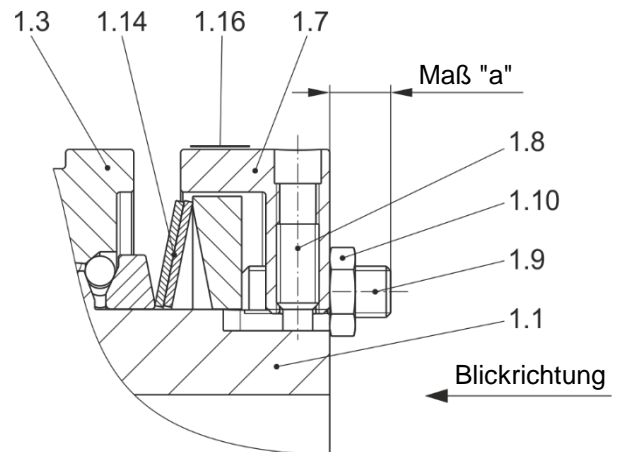
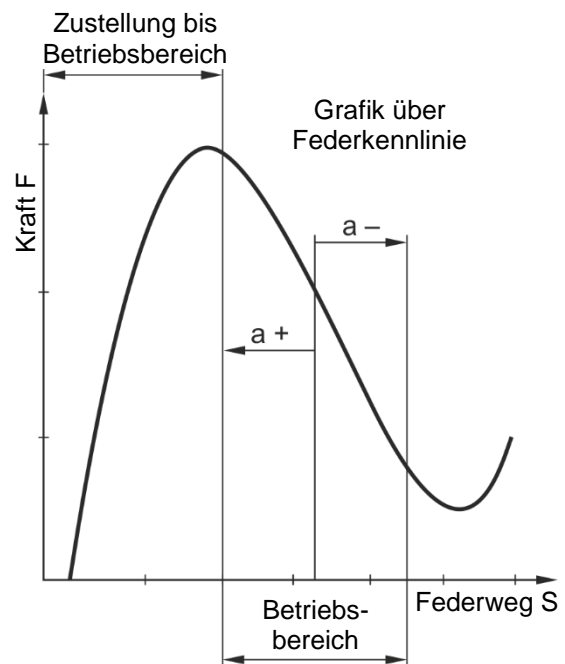

Bild 6
Bild 7
Drehmomenteinstellung (Bild 6 und 7)
Die Einstellung erfolgt über das Maß "a" durch Verdrehen der Gewindestifte (Pos. 1.9, Bild 2 und Bild 6).
Die eingebauten Tellerfedern (1.14) werden im negativen Bereich der Kennlinie (siehe Bild 7) betrieben, d. h. eine stärkere Vorspannung der Tellerfeder bewirkt ein Absinken der Federkraft.
Drehen der Gewindestifte (1.9) im Uhrzeigersinn bewirkt eine Verringerung des Drehmoments (Bild 7, Maß "a -" laut Einstelltabelle (Pos. 1.16) und Bild 3 / Seite 5). Drehen gegen den Uhrzeigersinn erhöht das Drehmoment (Bild 7, Maß "a +" laut Einstelltabelle (Pos. 1.16) und Bild 3 / Seite 5). Blickrichtung auf die Einstellmutter (1.7) wie in Bild 6 dargestellt.
- Maß "a" aus der Einstelltabelle (Pos. 1.16, Bild 3) entnehmen. Die Einstelltabelle (1.16) ist am Außendurchmesser auf der Einstellmutter (1.7), siehe Bild 6, aufgeklebt.
Ein Verstellen der Einstellmutter (1.7) bzw. Ver-spannen der Tellerfeder (1.14) außerhalb des Betriebsbereichs der Tellerfederkennlinie (siehe Bild 7) setzt die Kupplung außer Funktion.